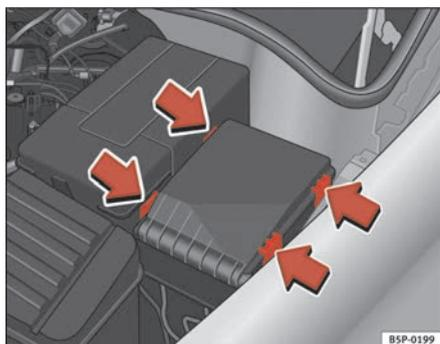

Fig. 181 Tampa da caixa de fusíveis no compartimento do motor
- Desengatar a tampa dos fusíveis do compartimento do motor pelas patilhas, premindo-as na direcção do centro da tampa ⇒ fig. 181.